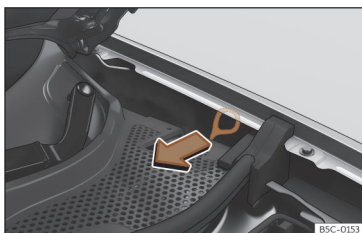

**Fig. 64** Entre a lateral esquerda e a dobradiça do capô do motor Puxador para o desbloqueio manual de emergência do conector de carregamento.
O puxador para o desbloqueio manual de emergência encontra-se no lado esquerdo do compartimento do motor, por cima da tomada de carregamento >>> Fig. 64.
- Puxe a alavanca >>> Fig. 64.